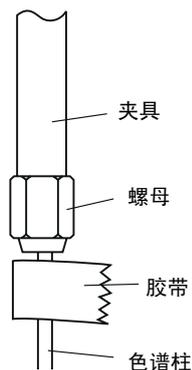

图 2.8 用胶带标记色谱柱
- (3) 如图 2.8 “用胶带标记色谱柱” 所示，用胶带在拧紧的螺母下方对毛细管柱做标记。
- (4) 将毛细管柱从夹具上取下，不要去掉胶带，用丙酮擦拭毛细管柱。将色谱柱插入进样口，用手拧紧螺母对其进行固定。如果垫圈是新的，用扳手将螺母再拧一整圈。如果垫圈以前曾使用过，用扳手将螺母转动 20 到 40 度将其拧紧。
- (5) 将用来对色谱柱做标记的胶带去掉。
- (4) 将毛细管柱从夹具上取下，不要去掉胶带，用丙酮擦拭毛细管柱。将色谱柱插入 MS 接口，用手拧紧螺母对其进行固定。如果垫圈是新的，用扳手将螺母再拧一整圈。如果垫圈以前曾使用过，用扳手将螺母转动 20 到 40 度将其拧紧。